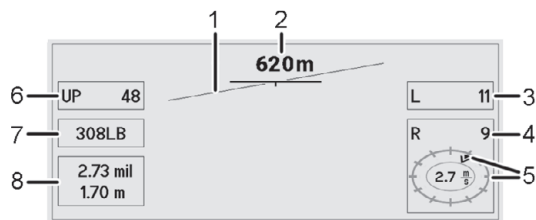

Abb. 3
Hinweise im Text auf Abbildungen und Bildpositionen sind in Klammern gesetzt. Beispiel: (3/4) bedeutet Abb. 3, Position 4. Die Bezeichnungen "rechts" und "links" im Text beziehen sich stets auf die Schussrichtung.
3. Ggf. mit den Tasten "nach rechts/nach links" Windrichtung korrigieren. Dazu Tasten drücken, bis der Windrichtungspfeil (Beispiel Abb. 3: Wind kommt aus Richtung "1 Uhr") die korrekte Windrichtung anzeigt.
- Um zurück in das erste Menü (Abb. 3) zu wechseln: Ein-/Ausschalttaste (3/1) erneut kurz drücken.